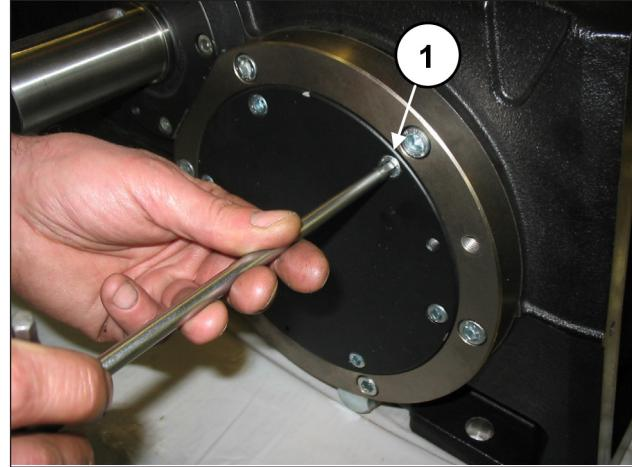

Рис. 10
Демонтируйте две крышки подшипника, открутив соответствующие винты (поз. ①, Рис. 10).